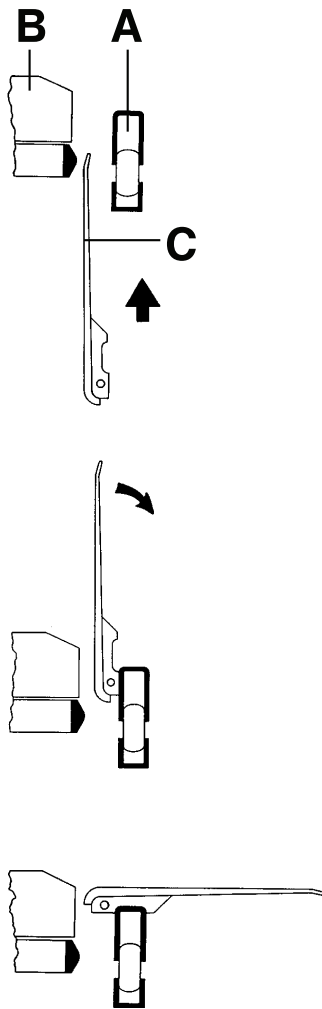

Abbildung 6 – Den Patienten umlagern
2. Die Seitengitter (A) in die niedrigste Position bringen (Abbildung 6).
3. Das Transferboard (C) von unten anheben, während von oben angehoben wird.
Hinweis - Das Transferboard (C) befindet sich zwischen dem Seitengitter (A) und der Matratze (B) (Abbildung 6).